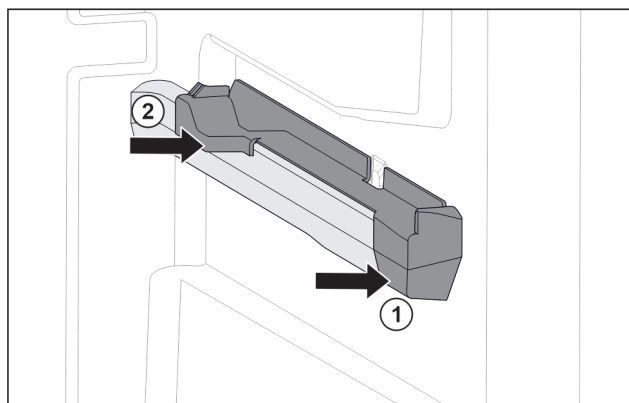

Fig. 115 Natični nastavek na desnemu nastavku za posodo
- ▶ Natični nastavek spredaj namestite na nastavek za posodo. Fig. 115 (1)
- ▶ Pritisnite natični nastavek zadaj. Fig. 115 (2)